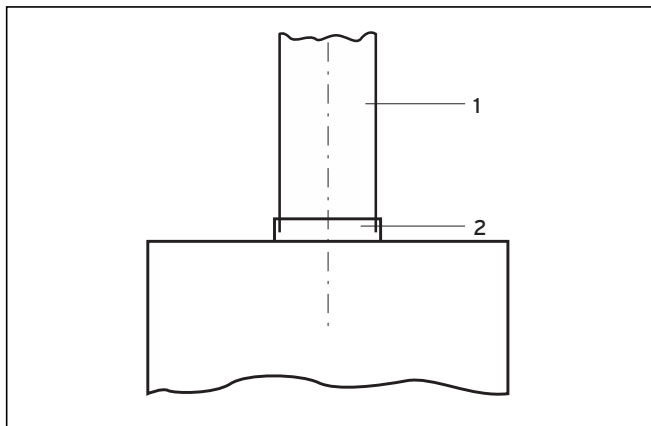

Рис. 5.1 Подключение к дымоходу
- Установите трубу дымохода (1) в патрубок трубы дымохода (2) на предохранителе тяги, см. рис. 5.1 «Подключение к дымоходу». Следите за тем, чтобы труба дымохода правильно располагалась в патрубке.